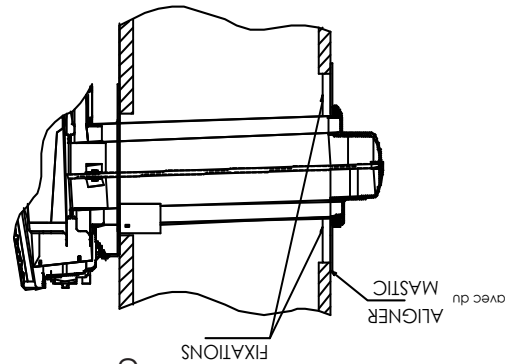

Figure 15
3. De l'extérieur du mur, vissez légèrement la tige (D) sur le support situé à l'intérieur de la sortie de fumée de l'appareil.
4. Enveloppez le tuyau d'admission d'air (C) avec l'isolant fourni (i) (côté feuille vers l'extérieur) et placez la bande de ruban fournie (H) le long de la couture pour le fixer.
5. Faites glisser le tuyau de ventilation (B) et le tuyau d'admission d'air de ventilation (C) à travers le trou dans le mur et connectez-les respectivement à la sortie de fumée de l'appareil et à l'entrée d'air.
6. La plaque de montage extérieure (F) et l'anneau en caoutchouc silicone (G) doivent être installés entre le capuchon de ventilation (A) et le mur extérieur. La plaque de montage extérieure (F) doit être positionnée au ras du mur et ses entretoises insérées dans le mur et scellées avec un mastic non durcissant (caféoutrage silicone). Positionnez la plaque de montage extérieure (F) de sorte que le tuyau d'admission d'air de ventilation (C) ait une légère pente vers le bas vers l'extérieur. La pente descendante est nécessaire pour empêcher l'entrée d'eau de pluie.
7. Avant de fixer le capuchon de ventilation (A) sur le mur extérieur, passez un cordon de mastic non durcissant (caféoutrage silicone) autour de son bord extérieur, de manière à assurer l'étanchéité entre celui-ci et la plaque de montage extérieure (F) (voir figure 15).